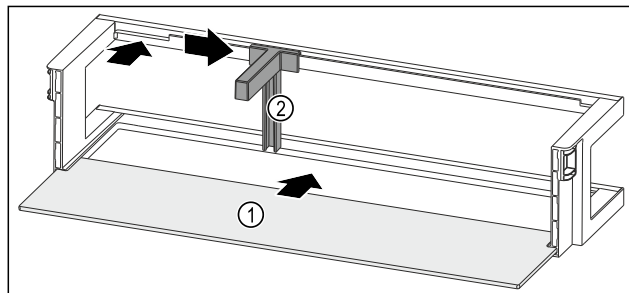

Fig. 190 Balconcino controporta con ripiano
- Inserire il ripiano Fig. 190 (1) negli incavi laterali.
- Inserire il fermabottiglie Fig. 190 (2) nell'incavo.
- Fare scorrere il fermabottiglie Fig. 190 (2) lateralmente alla posizione desiderata.